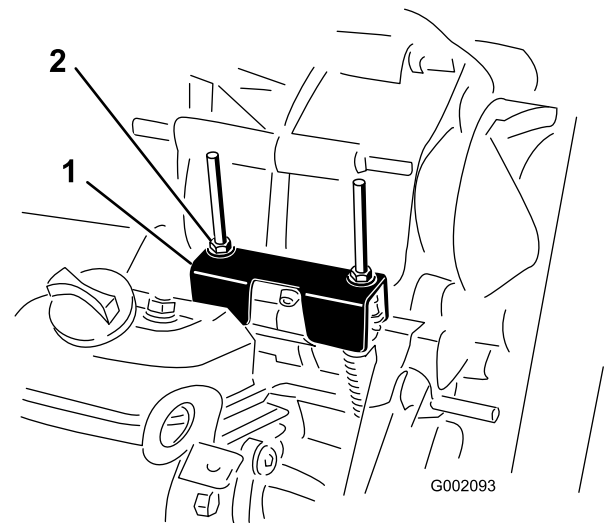

Figure 59
Lors des entretiens courants et/ou des diagnostics du moteur, vous devez placer la boîte-pont au point mort (Figure 59). La position point mort de l'inverseur de marche commande le point mort de la boîte-pont. Procédez comme suit pour vérifier que le point mort de l'inverseur de marche actionne correctement le point mort de la boîte-pont :
2. Vérifiez que la patte de réglage du point mort est à la position POINT MORT (au même niveau que le support de fixation du câble situé sous la patte d'inversion de marche) en tournant l'embrayage (Figure 59).
3. Serrez l'un des contre-écrous (Figure 59) pour obtenir un espacement de 0,76 à 1,52 mm.